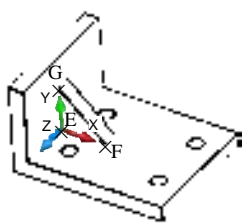

图 13.9.2 标注尺寸 4
(1) 设置用户坐标系。选择 **工具(T)** → **新建 UCS(W)** → **三点(3)** 命令，用捕捉的方法依次选取图 13.9.2 中的 E 点作为用户坐标系原点，F 点作为 X 轴正方向上一点，G 点作为 Y 轴正方向上一点。设置后的用户坐标系的位置和方向如图 13.9.2 所示。注意：如果坐标系 X、Y 的方向不对，会导致角度标注文本的方向不正确。
(2) 选择下拉菜单 **标注(D)** → **角度(A)** 命令；选取图 13.9.2 中的 EG 边线与 FG 边线，